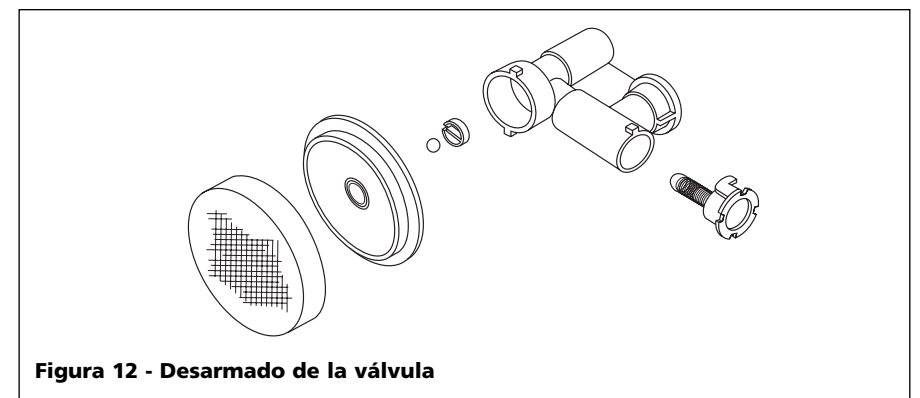

Figura 12 - Desarmado de la válvula
2. Desármela como se muestra en la figura 12. Limpie cada una de las piezas.